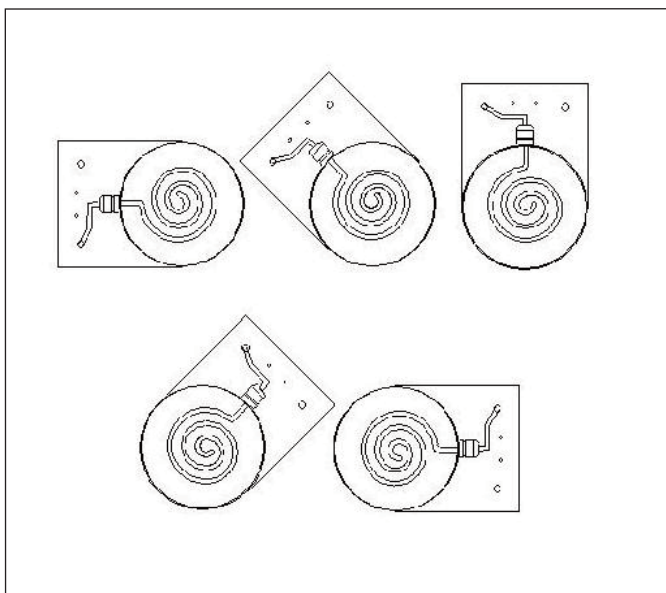

fig. 3
3.8 COLLEGAMENTO E MONTAGGIO RISCALDATORE (BE)
- Il riscaldatore può essere installato sia orizzontalmente che verticalmente; nel caso di riscaldatore elettrico installato orizzontalmente, la scatola elettrica deve rispettare una delle posizioni di montaggio mostrate in fig. 3.
3.8 (BE) HEATER MOUNTING & CONNECTION
- The heater can be installed both horizontally and vertically; in case of horizontal electric heater, the electric box must be placed according to one of the positions shown on fig. 3.